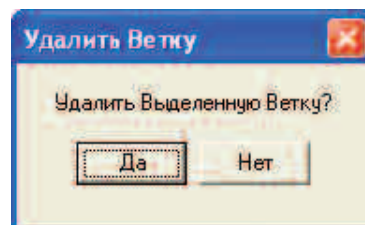

Рис. 42
- Подтвердить намерение удалить выбранную ветку нажатием на кнопку **ОК** в диалоге (рис. 42).